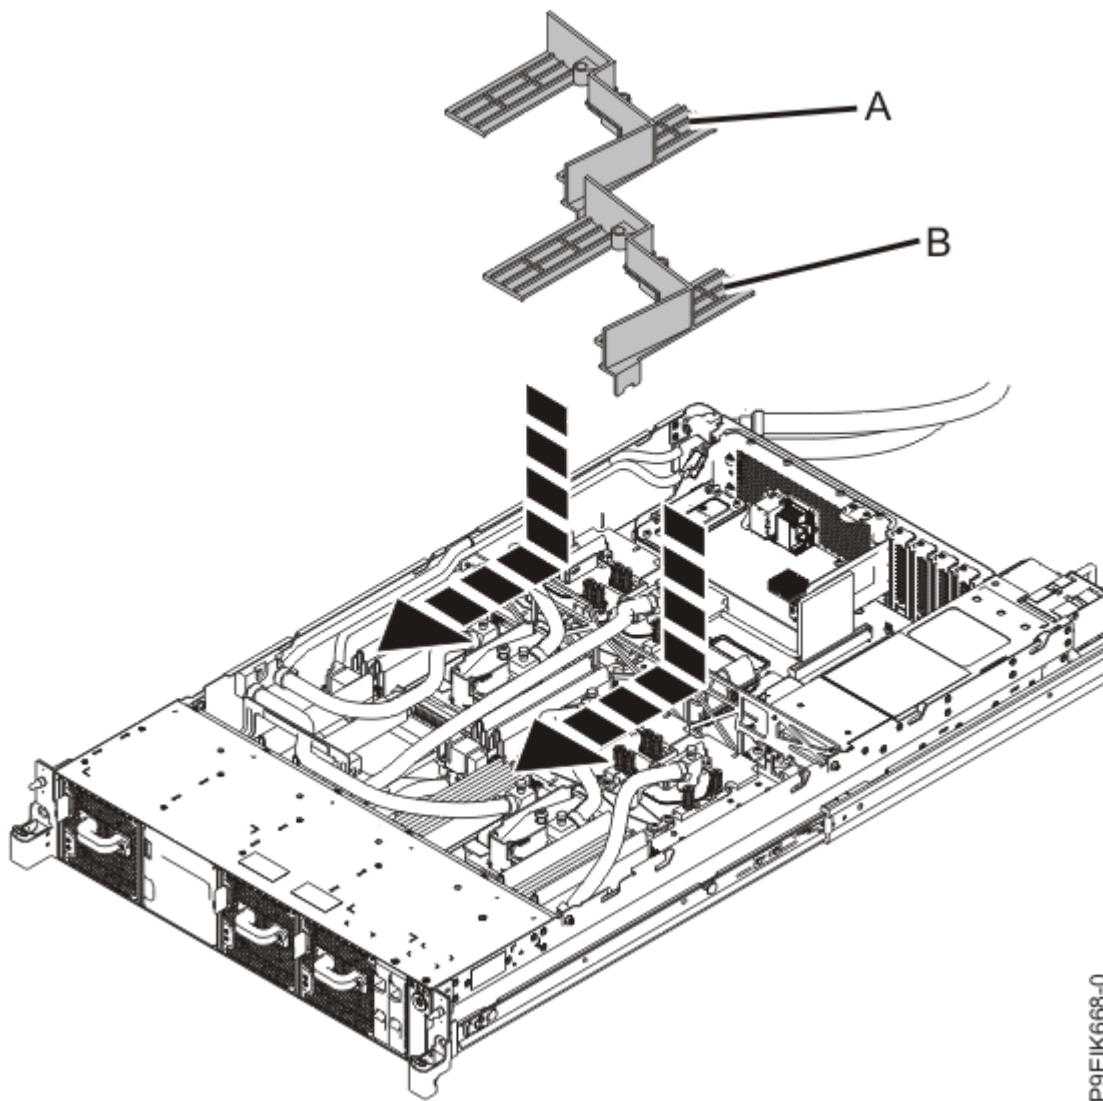

Figura 161. Sustitución de los deflectores de aire de memoria
11. Vuelva a colocar los deflectores de aire **(A)** y **(B)**, tal como muestra la Figura 161 en la página 178. Desplace con cuidado los deflectores alrededor de las mangueras.